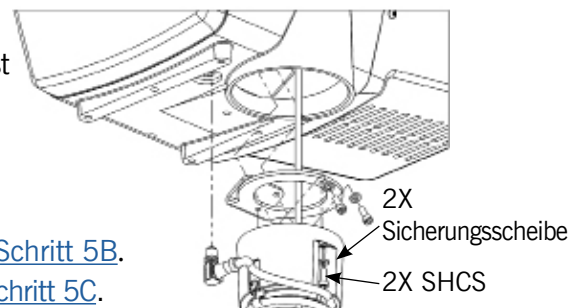

Abbildung 2-4C. Spiralkabelbaugruppe am Aktor (Ansicht von unten/schwarze Mitte nicht dargestellt).
- 4.3. Befestigen Sie die Spiralkabelbaugruppe mit den Bauteilen der Aktorbaugruppe am Aktor, wie in **Abbildung 2-4C** dargestellt. Stellen Sie das Spiralkabel in den Klemmen so ein, dass sich der Spirakabelanschluss bequem auf der richtigen Seite der Aktorbaugruppe befindet. **HINWEIS:** Die Ausrichtung des Spiralkabels muss korrekt sein, damit der Anschluss richtig sitzt. Wenn das Spiralkabel wie abgebildet ausgerichtet ist, müssen die Spiralkabelklemmen nicht nachgestellt werden.
- 4.4. Schrauben Sie den Anschluss des Spiralkabels in den Anschluss des Aktors ein (**Abbildung 2-4C**).